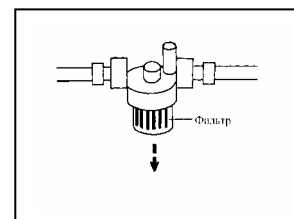

Рис.3
- Открутите прозрачный стакан фильтра (Рис.3).